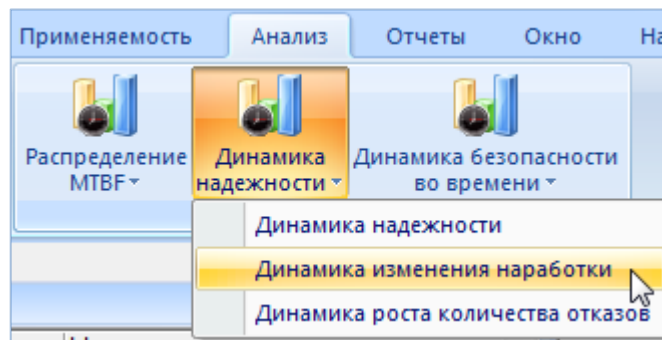

Рис. 13-316 – Выбор диаграммы по надежности
- 3) Нажать кнопку «Динамика надежности» панели «Диаграммы» на вкладке «Анализ» и выбрать пункт «Динамика изменения наработки» (рис. 13-316).